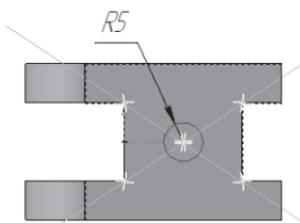

Рис. 219
-  – окружность. Постройте окружность радиусом 5 мм ($\varnothing = 10$) – рис. 219;